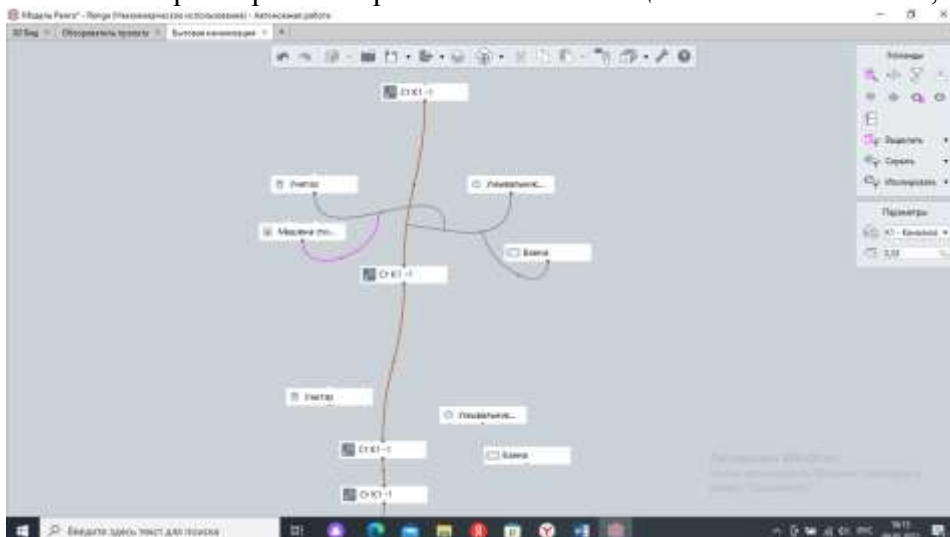

Рисунок 6.15 – Соединение плитки с санитарно-техническим оборудованием
6. Соедините плитки с сантехническим оборудованием второго этажа, см. рис. 6.15, как указано на изображении. В параметрах выберите K1 – канализация бытовая. Уклон 0,03